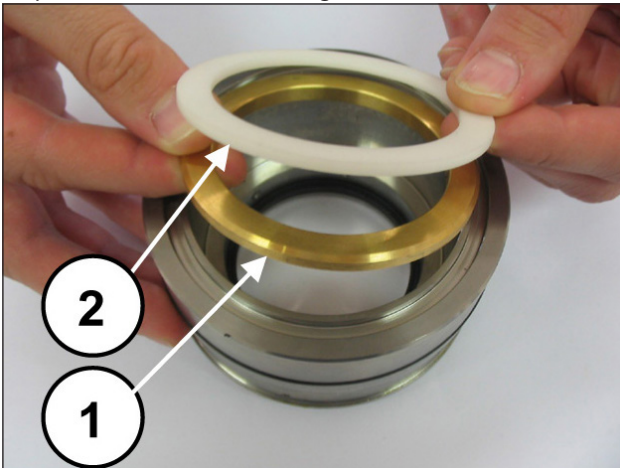
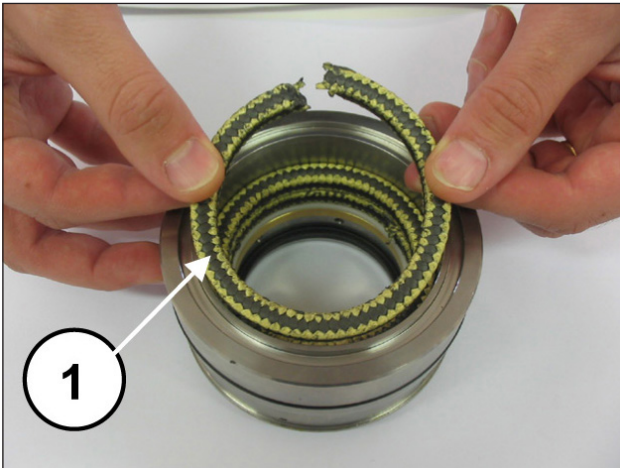
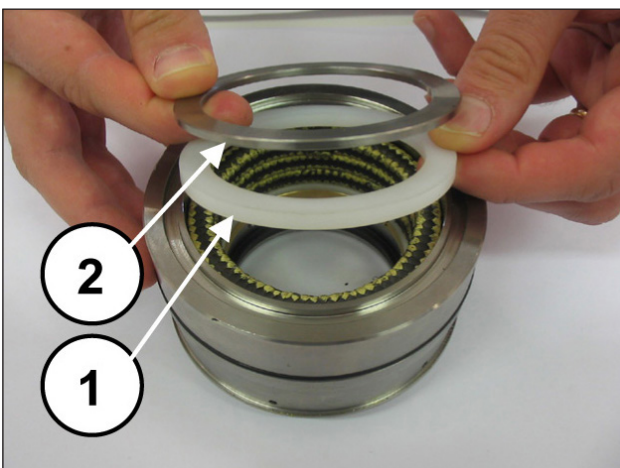

Abb. 195
Abb. 196
Abb. 197
Montieren Sie den Lagerring und den Stützring (Pos. ①②, Abb. 195) sowie die drei Stopfbuchsen. Achten Sie dabei, dass die Schlitz in einem Winkel von 120° zueinander ausgerichtet sind (Pos. ①, Abb. 196), darüber hinaus den Abstreifring der Stopfbuchsen und den Federring (Pos. ①②, Abb. 197).